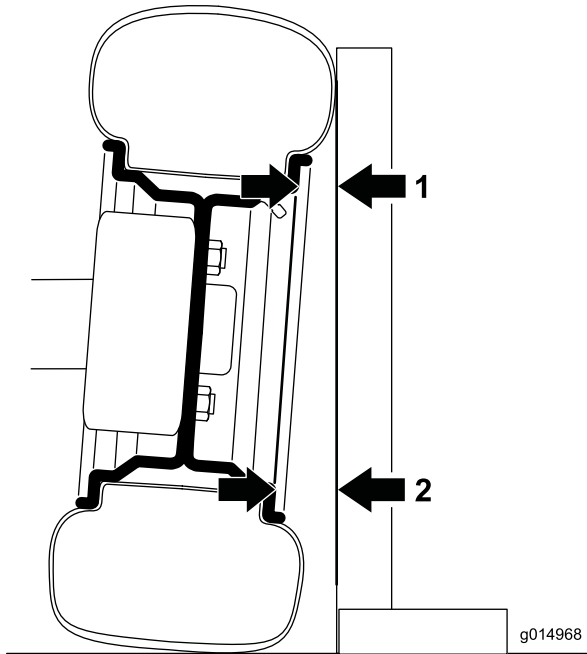

図 37
1. キャンバを測定するには、直角定規の直角の角をタイヤの正面に接触させる (図 37)。